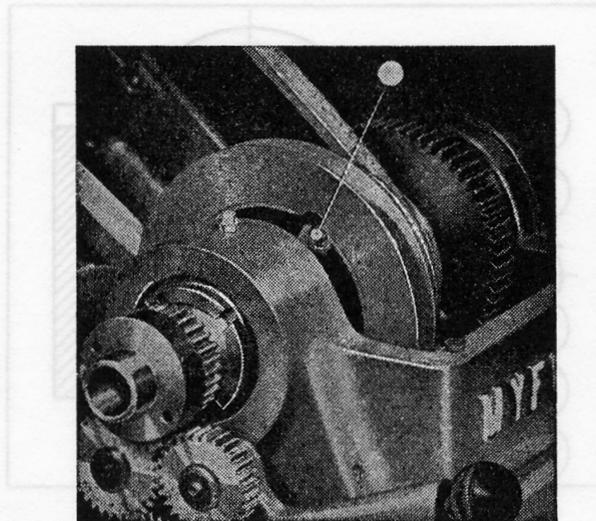

Fig. 28
**IMPORTANT** - En utilisant le pignon réducteur de la poupée, s'assurer au préalable du graissage approprié de la poulie de la poupée. (Fig. 28).